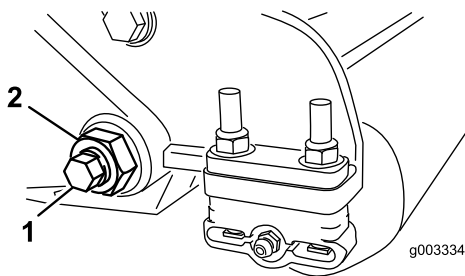

Figura 24
3. Desaperte a porca de bloqueio que segura a cavilha da barra de apoio, em cada um dos lados da máquina (Figura 24).
4. Remova cada uma das cavilhas da barra de apoio, de modo permitir puxá-la e retirá-la da máquina (Figura 24). Guarde as duas anilhas